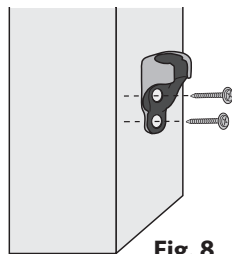

Fig. 8
A. Instale los receptores (**Fig. 8**) aproximadamente a 5 pulgadas (13 cm) debajo de donde se detendrá la persiana para permitir una tensión adecuada del amarre elástico.